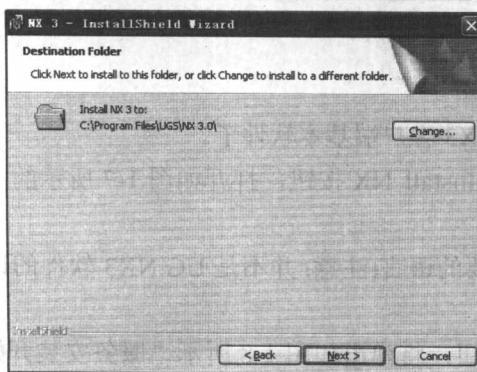

图 1-11 “安装路径”对话框
(5) 选择 Typical 安装方式并单击 Next 按钮后, 弹出如图 1-11 所示的“安装路径”对话框。